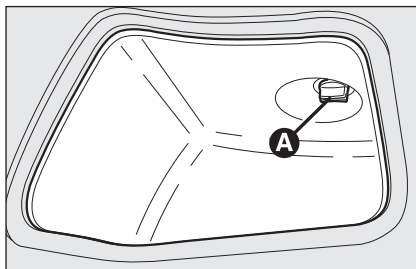

fig. 38
- ☐ rimuovere il coperchio di protezione agendo sul dispositivo **A-fig. 38**;